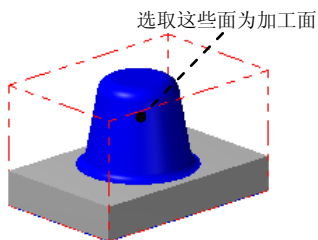

图 5.7.2 选择加工面
Step2. 选取加工面。在图形区中选取图 5.7.2 所示的曲面，然后按 Enter 键，系统弹出“刀具/曲面选择”对话框，采用系统默认的设置，单击 按钮，系统弹出“曲面粗车-外形”对话框。